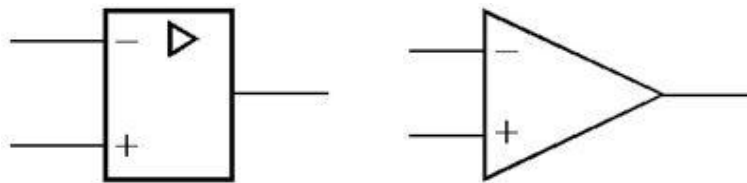

图 2-21 运算放大器的代表符合
运算放大器，简称“运放”，英文描述为 Operation Amplifier (OP)，是一种运用很广泛的线性集成电路，其种类繁多，在运用方面不但可对微弱信号进行放大，还可作为反相器、电压比较器、电压跟随器、积分器、微分器等，并可对信号做加、减运算，所以被称之为运算放大器。其符合表示如图 2-21 所示（左：国家标准规定的符合；右：国内外常用符合）。